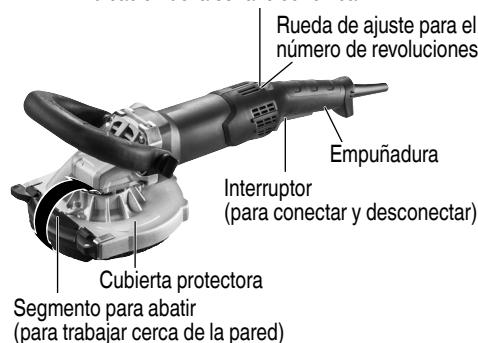

Fig. 4
1. Trabajos cercanos a la pared (Fig. 4)
2. Ajustar revoluciones (Fig. 4)
Herramientas con sistema electrónico VTC y TC: (Fig.4)